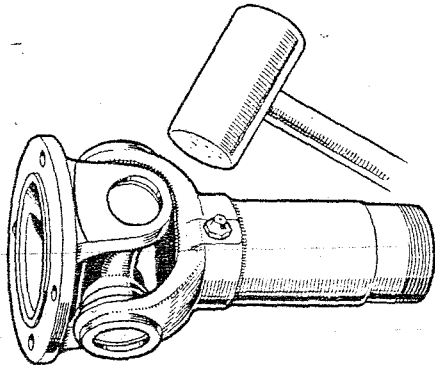

Fig. D-2—Desmontaje del cojinete del yugo, etapa 1.
- A continuación el cojinete superior debe iniciar su desplazamiento (Fig. D-2).